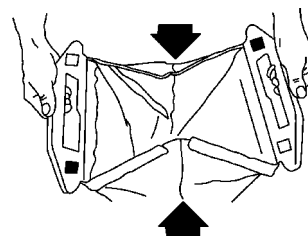

Figure 47
- Fermez l'arrière du sac de ramassage en pliant les côtés vers l'intérieur et en réunissant les deux moitiés de la poignée arrière (Fig. 47).